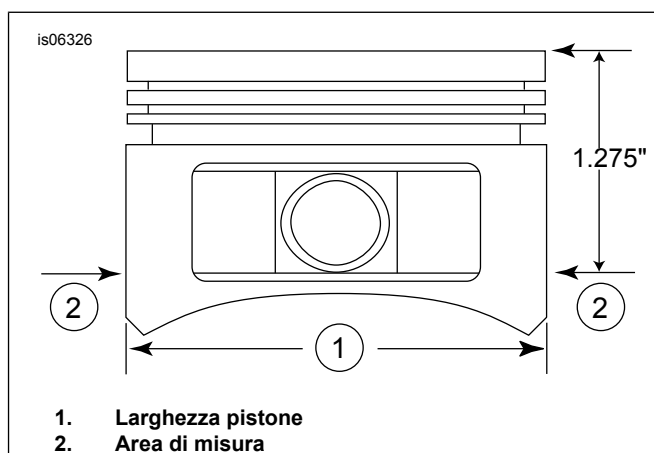

Figura 2. Misure pistone
5. Vedere la figura 2. Misurare la larghezza del pistone (1), 90 gradi orizzontalmente da entrambi i lati dei fori per perno del pistone e 32,385 mm (1,275 in) (32,385 mm) verso il basso dalla superficie superiore del pistone (2). Per l'accoppiamento cilindro-pistone in questo punto, vedere Tabella 11.